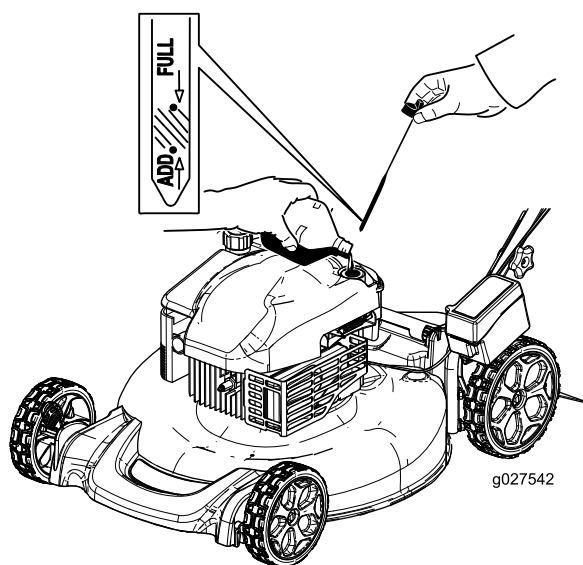

Figura 25
12. Rimuovete l'asta e controllate il livello dell'olio sull'asta (Figura 25).